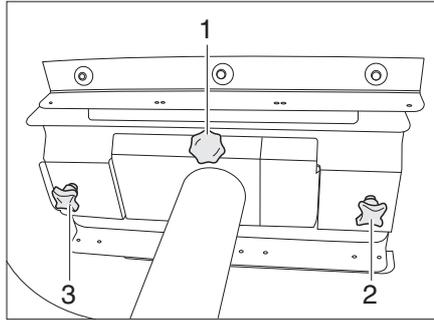

Bild 84 Fester Tisch (Ansicht von unten)
- Befestigungsschrauben (Bild 84,2 und 3) lösen.
- Befestigungsschraube (Bild 84,1) ganz herausdrehen.
- Die Rändelschrauben (Bild 84,2 und 3) lösen.